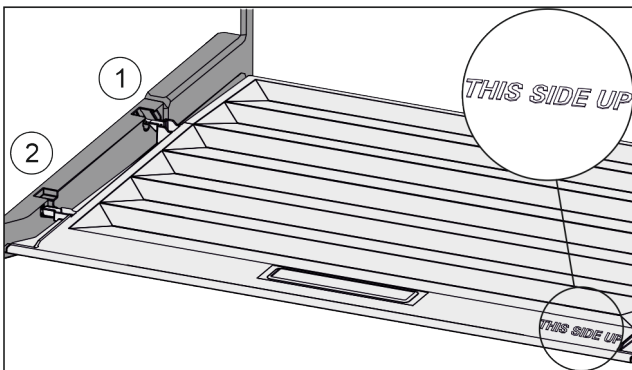

Fig. 95
- ▶ Výstupky veka zaveďte cez otvor zadného držiaka Fig. 95 (1) a zaistite vpredu v držiaku Fig. 95 (2).